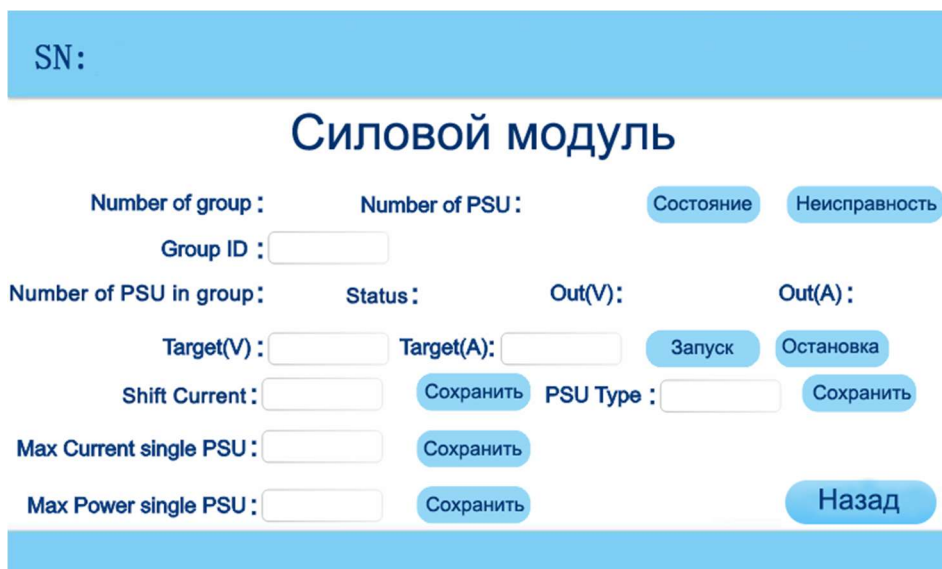

Рисунок 7 — Внешний вид меню преобразователя («Силовой модуль»)
1.2.5 На экране появится меню преобразователя (рисунок 7).